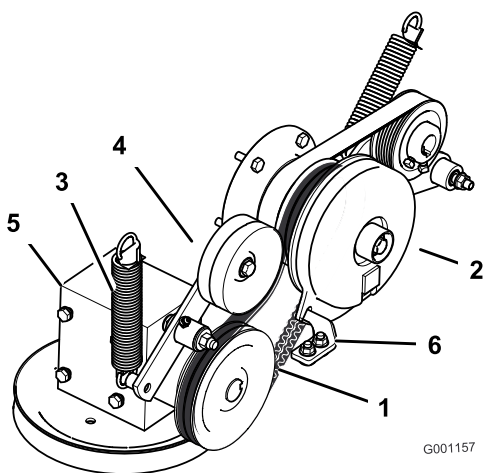

Figura 54
4. Togliete la molla di tensione dal braccio di rinvio (Figura 54).
7. Montate la cinghia di trasmissione della PDF attorno alla puleggia della frizione ed alla puleggia degli ingranaggi (Figura 54).
9. Montate la molla sul braccio di rinvio (Figura 54).